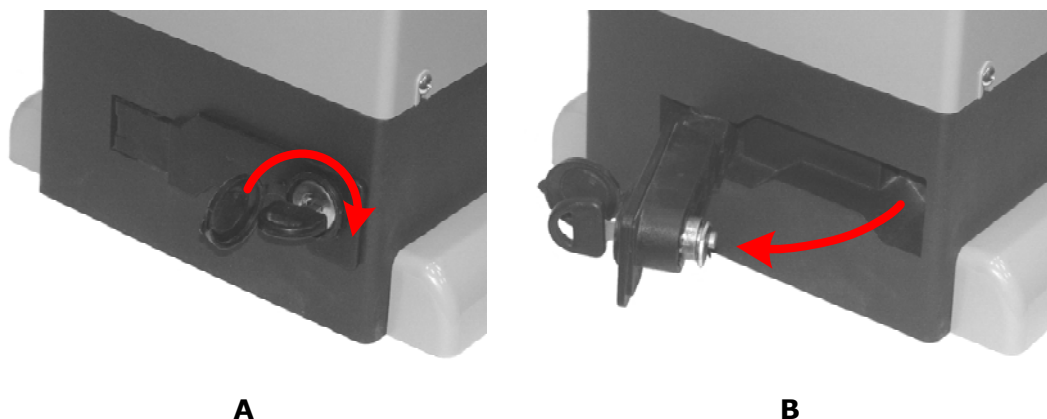

Рис. 4. Ручная разблокировка привода
- вставьте ключ разблокировки в замок (Рис. 4А);
- не вынимая ключ, потяните рычаг разблокировки на себя (Рис. 4В);